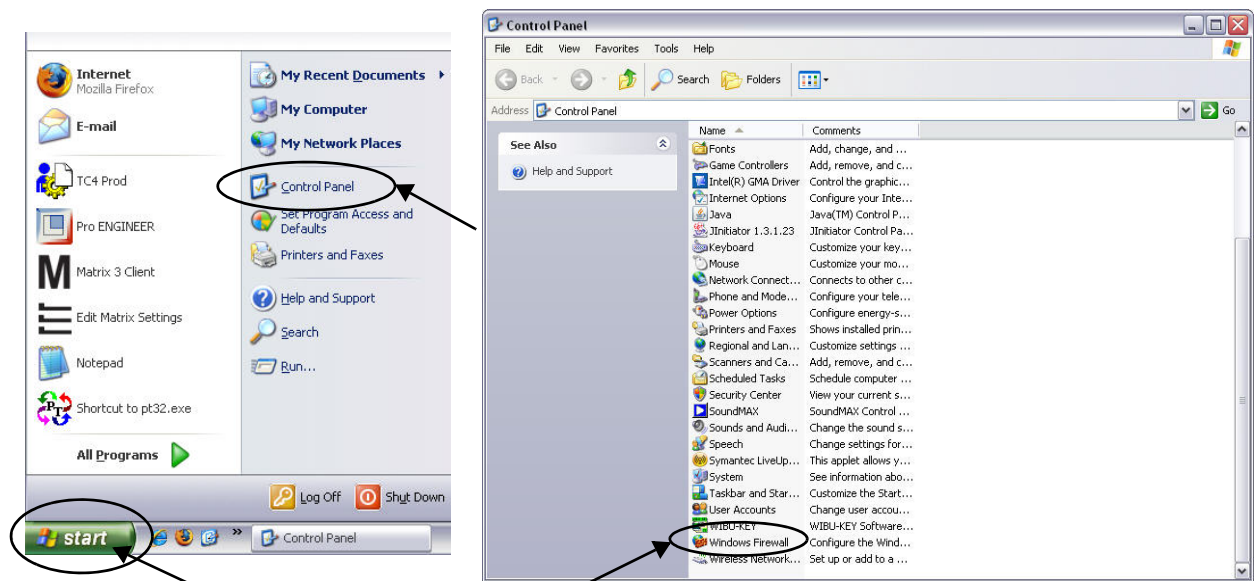

FIG. 24
1. Klik op Start/Alle programma's/Windows Firewall om de editor te starten (FIG. 24).